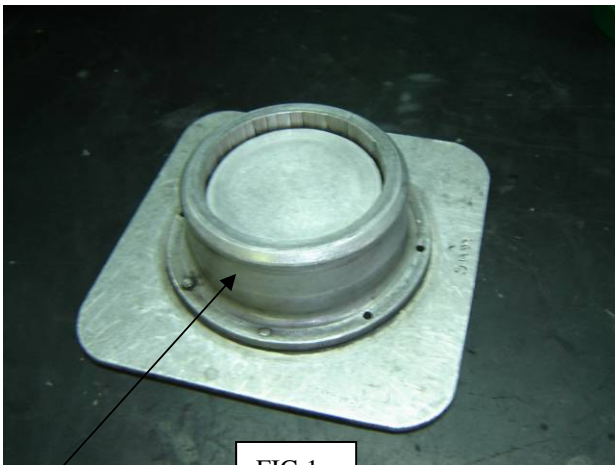

FIG 1
- 1- Coloque o acoplador API7XX sobre uma bancada. Com o adaptador de caminhão, ou apenas a face do adaptador (FIGs 1 e 2), conecte o API7XX, de forma que o colar fique na posição travada.